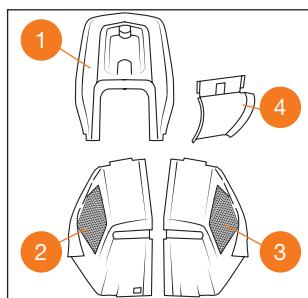

Рис. 9
1. Соедините две половины ② - ③ нижней части травосборника, совместите посадочные места и защелкните их фиксатором, установите верхнюю крышку травосборника ① на нижнюю часть и защелкните её фиксаторами (Рис. 9).
2. Установите щиток **4** с внутренней стороны в направляющие нижней части травосборника и защелкните его фиксаторами (Рис. 9).